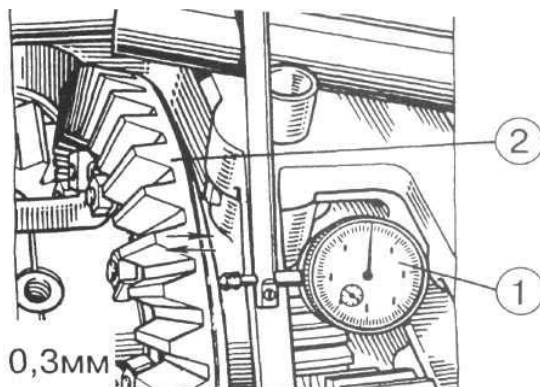

Рисунок 4.123
- а) подведите индикатор 1 (рисунок 4.123) к венцу ведомой шестерни 2 и перемещая монтажной лопаткой корпус дифференциала в осевом направлении усилием 500...600 Н (50...60 кгс), определите осевой люфт дифференциала;